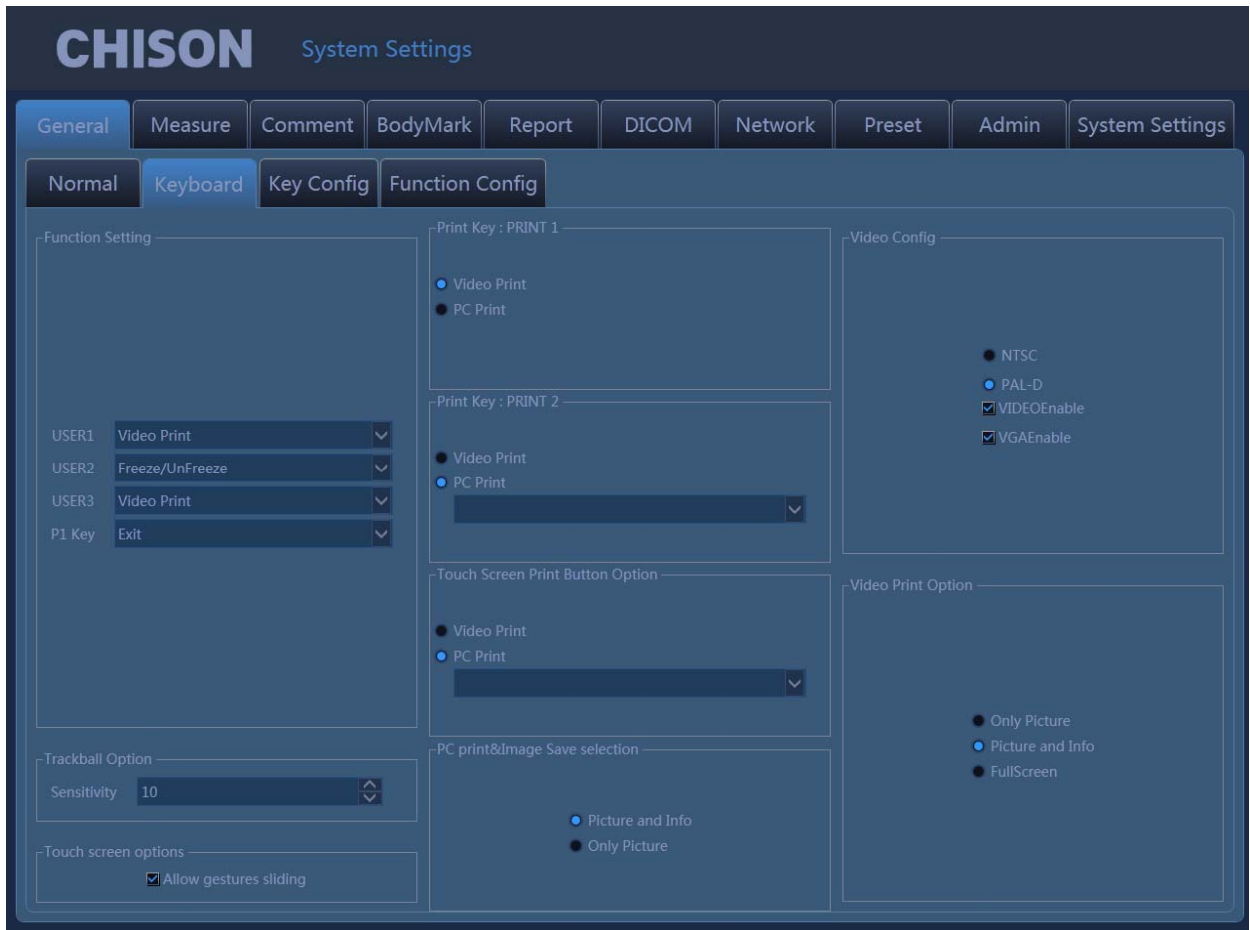

Fig.3-4
- 1) Нажмите клавишу  вход интерфейс "System Settings" (настройки систем), Выбрать, "General", клик "Keyboard"(Клавиатура). Посмотрите картинка Fig.3-4.